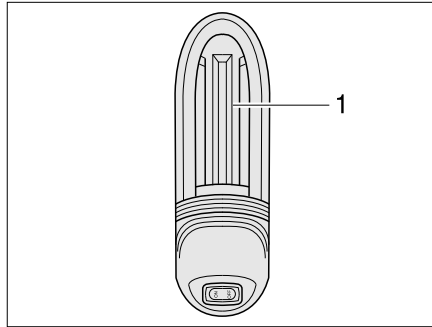

Bild 367 Garagenleuchte
- Leuchtenabdeckung (Bild 367,1) etwas nach oben schieben und abnehmen.